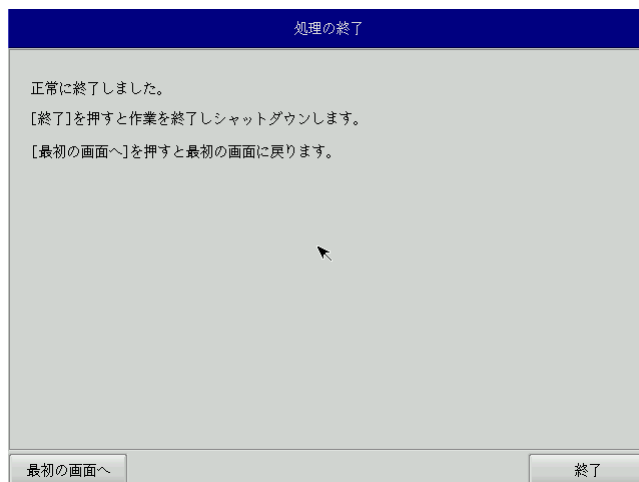

図 6-3-6. 終了画面
- ⑪ 終了画面（図 6-3-6）が表示されるとバックアップ作業は完了です。[終了]ボタンを押して電源を落としてください。